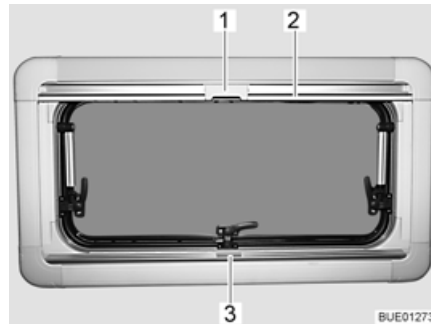

Fig. 100 Fenêtre projetante
- Saisir le dispositif occultant plissé par le centre de la barre-poignée (Fig. 100,3), le tirer du bas vers le haut et le relâcher à la hauteur voulue. Le dispositif occultant plissé reste alors à cette hauteur.
- Tirer la moustiquaire par la barre-poignée (Fig. 100,2) vers le bas jusqu'à ce qu'elle entre en contact avec celle du dispositif occultant plissé (Fig. 100,3).
- Verrouiller le cran (Fig. 100,1) de la moustiquaire avec la barre-poignée du dispositif occultant plissé.
- Presser le cran (Fig. 100,1) en haut de la moustiquaire vers l'arrière.
- Ramener lentement la moustiquaire en arrière au moyen de la barre-poignée (Fig. 100,2).